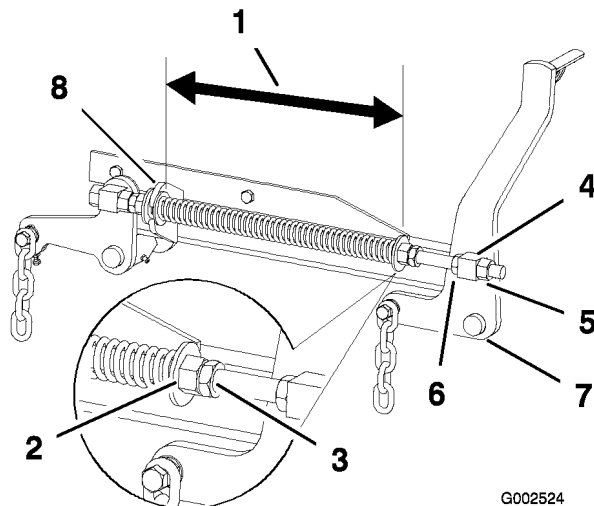

Bild 70
2. Prüfen Sie den Abstand zwischen den beiden großen Scheiben. Der Abstand sollte 26,7 cm betragen (Bild 70).
3. Stellen Sie den Abstand ein. Lösen Sie die Federklemmmutter und drehen Sie die Mutter vorne an jeder Feder (Bild 70). Wenn Sie die Mutter nach rechts drehen, wird die Feder verkürzt. Wenn Sie die Feder nach links drehen, wird sie verlängert.
4. Arretieren Sie die Mutter, indem Sie die Federklemmmutter anziehen (Bild 70).